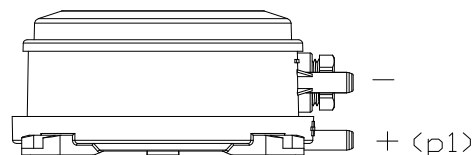

图 7
2. 软管连接。配件中提供了一条长 2m，内径 6.0mm 的塑料软管，可视现场情况裁减使用。建议用尽可能短的软管，连接上述连接附件和开关体上的压力接口。高压端接到“+”或“P1”口，位于开关体的底部。低压端接到“-”口，位于开关体的中部，如图 7。